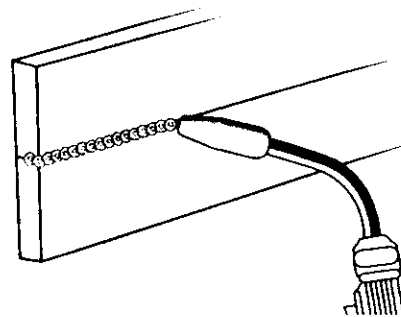

Figura 13. Soldadura horizontal
2. POSICIÓN HORIZONTAL (Figura 13) es la siguiente en grado de dificultad. Se hace igual que la soldadura plana excepto que el ángulo B (ver POSICIÓN DE LA PISTOLA SOBRE LA PIEZA DE TRABAJO en la página 14) es tal que el alambre, y por lo tanto la fuerza del arco, se dirige más hacia el metal encima de la junta. Esto ayuda a que el charco de soldadura no escurra hacia abajo y se desplace con suficiente lentitud para lograr buena penetración. Un buen punto de partida para el ángulo B puede ser de unos 30 grados ABAJO de la perpendicular con la pieza de trabajo.